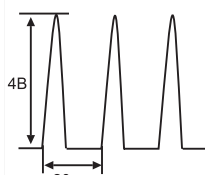
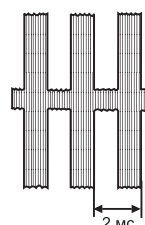
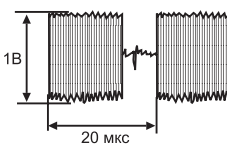

Рис. 2
Рис. 3
Рис. 4
5. Осциллографом проверяют форму и амплитуду сигналов на выв. 13 (рис. 2), 16 (рис. 3) и 20 (рис. 4) микросхемы.
После полосового фильтра проверяют наличие этого сигнала на выв. 26 микросхемы, а после линии задержки - на выв. 28. Форма сигналов на выв. 26 и 28 такая же, как показана на рис. 4, а амплитуды сигналов лежат в пределах соответственно 0.3...0.5 В и 0.1...0.3 В.